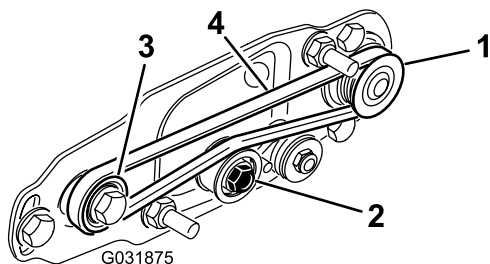

Figure 24
- A. Passez la courroie autour de la poulie **d'entraînement** puis sur le dessus de la poulie de tension (Figure 24).
- B. Commencez à installer la courroie sur la poulie **menée** (Figure 24).